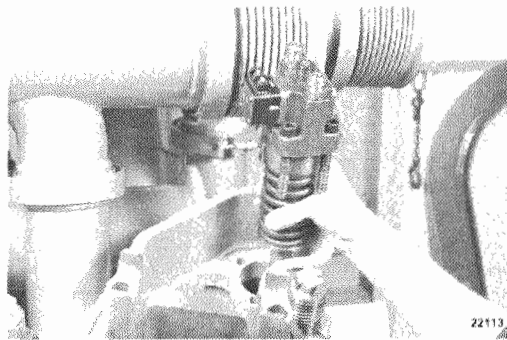

Figura 7.10 Bomba del inyector.
- Levante de la culata la bomba, pernos y empujador, como un conjunto, con cuidado. No deje caer el empujador. (figura 7.10)